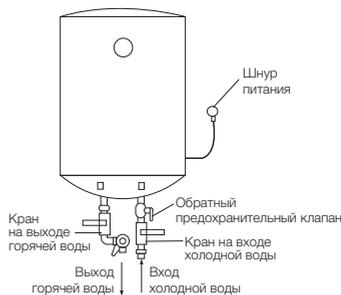

Рис. 5
3. Предохранительный обратный клапан следует устанавливать в месте входа воды (см. рис. 5).